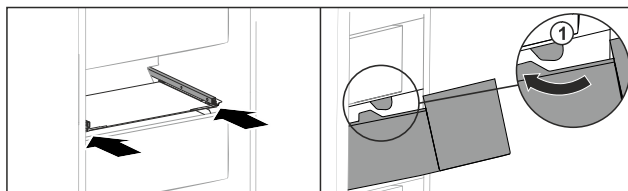

Fig. 151
- ▶ Обведите выдвижной ящик вокруг стопора Fig. 151 (1).